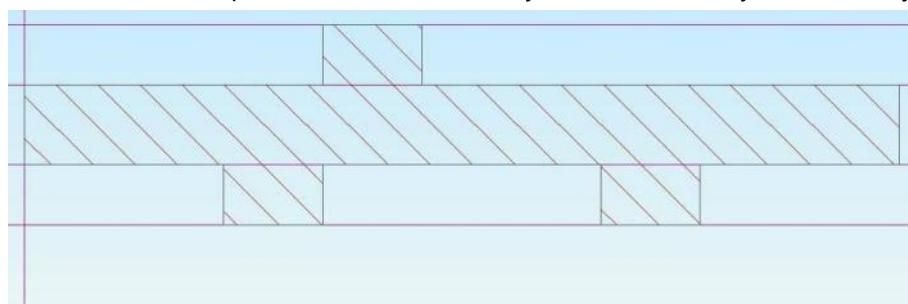

Рисунок 3. Выбор проекционной линии
- Притянитесь курсором к проекционной линии (рис. 3, точка 1) на некотором расстоянии от вида справа. Для этого подведите курсор к проекционной линии в левой части экрана и нажмите комбинацию клавиш **Alt + C** на клавиатуре.